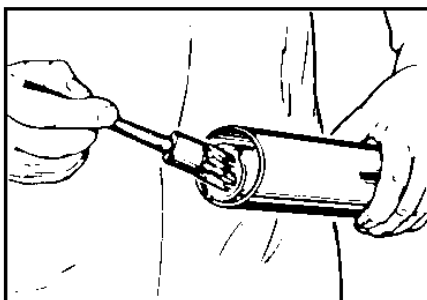

Bild 6: Profilrohre fetten
9. Fetten Sie die Profilrohre (siehe Bild 6).